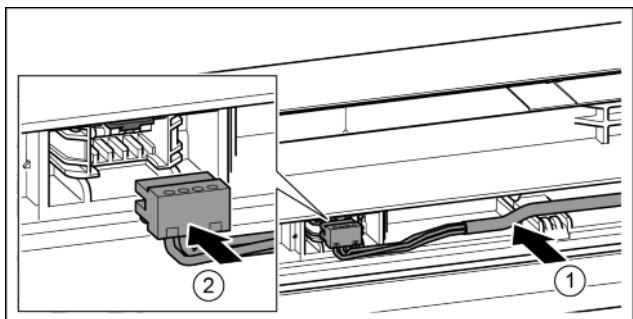

Fig. 41
- Вставте сірий кабель в направлячу в верхніх дверцях. Fig. 41 (1)
- Зафіксуйте штекер. Fig. 41 (2)